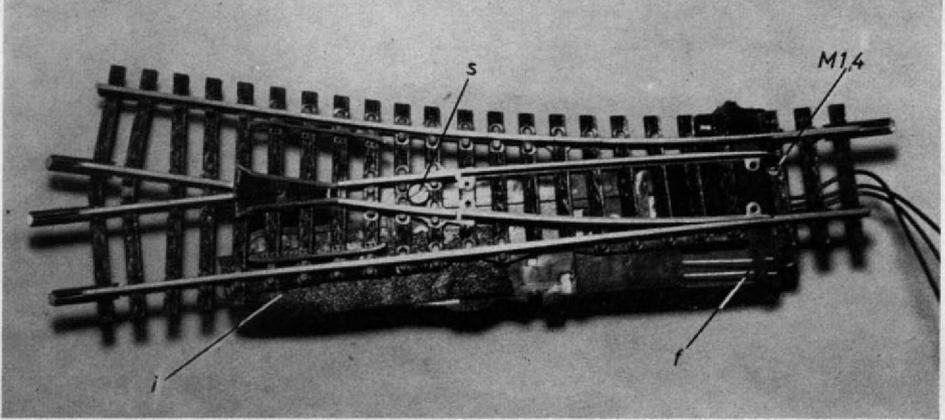
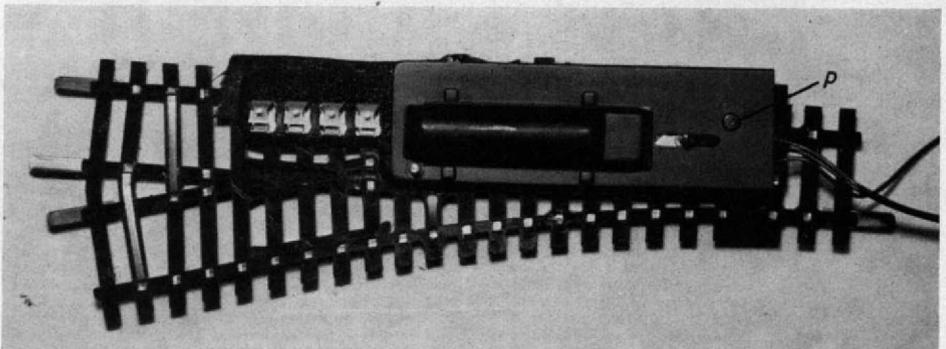
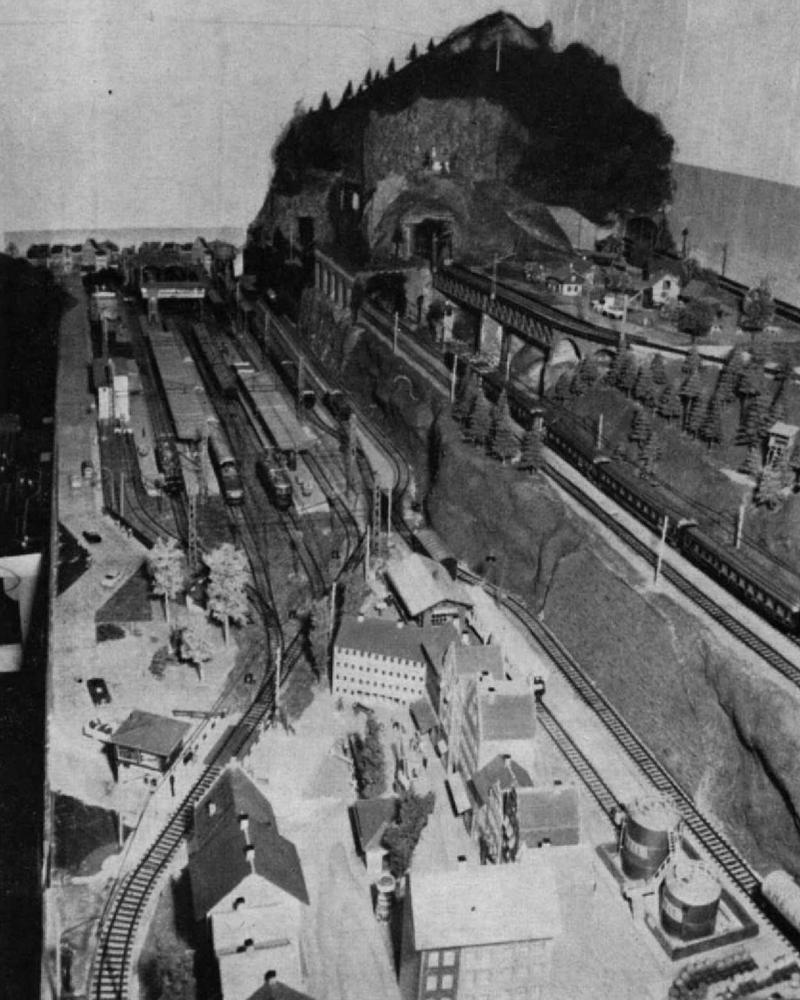

Abb. 2. Die nach dem Umbau wieder montierte Weiche mit dem nach unten „umgeklappten“ Antrieb (von oben gesehen).
Abb. 3. Von unten betrachtet bietet die umgebaute Weiche diesen Anblick.
Abb. 1 (Vergleich zu
Abb. 1. Die ersten drei Grundtypen der Piko-9-mm-Bahn: Diesellok V 180, gedeckter Güterwagen und offene Güterwagen im Größenvergleich zu einem Damen-Finger. Der weiterhin noch lieferbare zweite offene Güterwagen entspricht in der Form dem hier abgebildeten, ist jedoch aus (leider etwas transparentem) giftgrünem Kunststoff.
Abb. 2. Ein Piko- und ein Arnold-Wagen bieten – miteinander gekuppelt – von oben dieses Bild. Der Pufferabstand ist, wie man sieht, recht erheblich und die Kupplung selbst kann kaum mit der Arnold'schen (links) konkurrieren.
2. Plastikteil, auf dem der Antrieb montiert ist, vom Gleisteil vollkommen absägen (mit Laubsäge), dabei Zuführungen zu den Umschalter-Kontakten mit durchsägen. Der Schnitt ist nicht gradlinig (siehe Abb. 1).
Abb. 1. Die in die zum Umbau benötigten Einzelteile zerlegte Fleischmann-Weiche. Der Antriebsteil ist nicht mit einem geradlinigen Schnitt abzutrennen, sondern etwa so „gekurvt“, wie hier zu sehen.
3. Bei a, b und c (Abb. 1) kleine Stücke aus dem Plastikkörper aussägen und bei b und c die Kontakt-Blechstreifen nach unten umbiegen; damit sind diese wieder festgelegt.
5. Antrieb einfach nach unten umklappen, also Rücken an Rücken mit dem Schwellenrost (siehe Abb. 2 und 3). Dabei ein Stück Isolierband i zwischen Anschlüsse und Gleis legen (siehe Abb. 1 und 2).
6. M 2-Senkschraube s (10 mm lang, mit kleiner Unterlagscheibe aus Plastik, siehe Abb. 1) von oben in der Nähe des Herzstückes zwischen zwei Schwellen nach unten durch das aufgebohrte Loch d des Weichenantriebes stecken (Abb. 2) und das Ganze mit einer M 2-Mutter zusammenhalten.
7. Weichenantrieb nun zusammenbauen: Zuerst Schaltstück und Federn einsetzen; dabei passen die Federn (f in Abb. 2) genau wieder in die Zungenstellschwelle Z, nur eben von unten. Anker dann ebenfalls einsetzen.
8. Damit der Antrieb noch an einem zweiten Punkt mechanisch mit dem Gleiskörper verbunden ist, wird er mit einer M 1,4-Schraube befestigt (siehe Abb. 2). Deshalb Weichenantrieb zunächst so justieren, daß er einwandfrei umschaltet. Dann für die M 1,4-Schraube ein Loch mit 1,5 mm \varnothing bohren und beide Teile mit dieser Schraube und einer Mutter befestigen.
9. Der Antriebsdeckel kann nun mit der dafür vorhandenen Plastikschrabe p (Abb. 3) und, wenn man will, auch noch mit einer M 2-Mutter (Schraube s, Abb. 2) befestigt werden.
Abb. 2 (Vergleich zu Abb. 1, Heft 15/XV, S. 653). Im Vordergrund: Kopfbahnhof „Neustadt“ mit Gleisbildstellpult. Oben rechts Bf. „Blausee“ (ebenfalls mit Kopfbahnhof). Mitte: Touropazug von Trix mit Märklinradsätzen und -Kupplungen und Ae 6/6 auf der Ringstrecke. Die Signale im Bahnhof „Neustadt“ stammen von Heless.
Unter der vorderen Doppelgleisstrecke, dort wo gerade die Ae 6/6 den Touropa-Sonderzug nach „Lindau“ bringt (Abb. 2), befindet sich auf Ebene „O“ ein verdeckter, von innen zugänglicher viergleisiger Abstellbahnhof, auf dem ganze Zugarnituren von 150–200
Gefahren wird mit Märklin-Wechselstrom mit vier Trafos (je einer für die beiden Bahnhöfe und zwei für die Ringstrecke). Der Rangierbetrieb im Hauptbahnhof erfolgt durch die E 63 mit echtem Oberleitungsbetrieb. Die ganze Anlage wird von dem in Abb. 2 sichtbaren (einfachen) Gleisbildstellwerk bedient. Unterirdische Gleisstrecken und Abstellgleise werden durch Besetzanzeigen und Blinklichter kontrolliert, so daß sich so leicht kein Zug irgendwo verstecken kann.